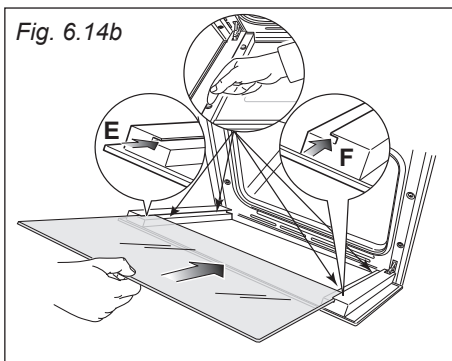
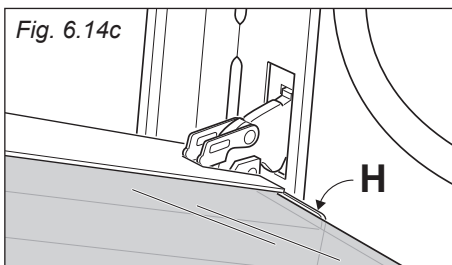

Fig. 6.14b
Fig. 6.14c
- Inserire il vetro nelle guide "E" ed "F" (fig. 6.14b) e farlo scorrere dolcemente fino ai fermi "H" (fig. 6.14c).